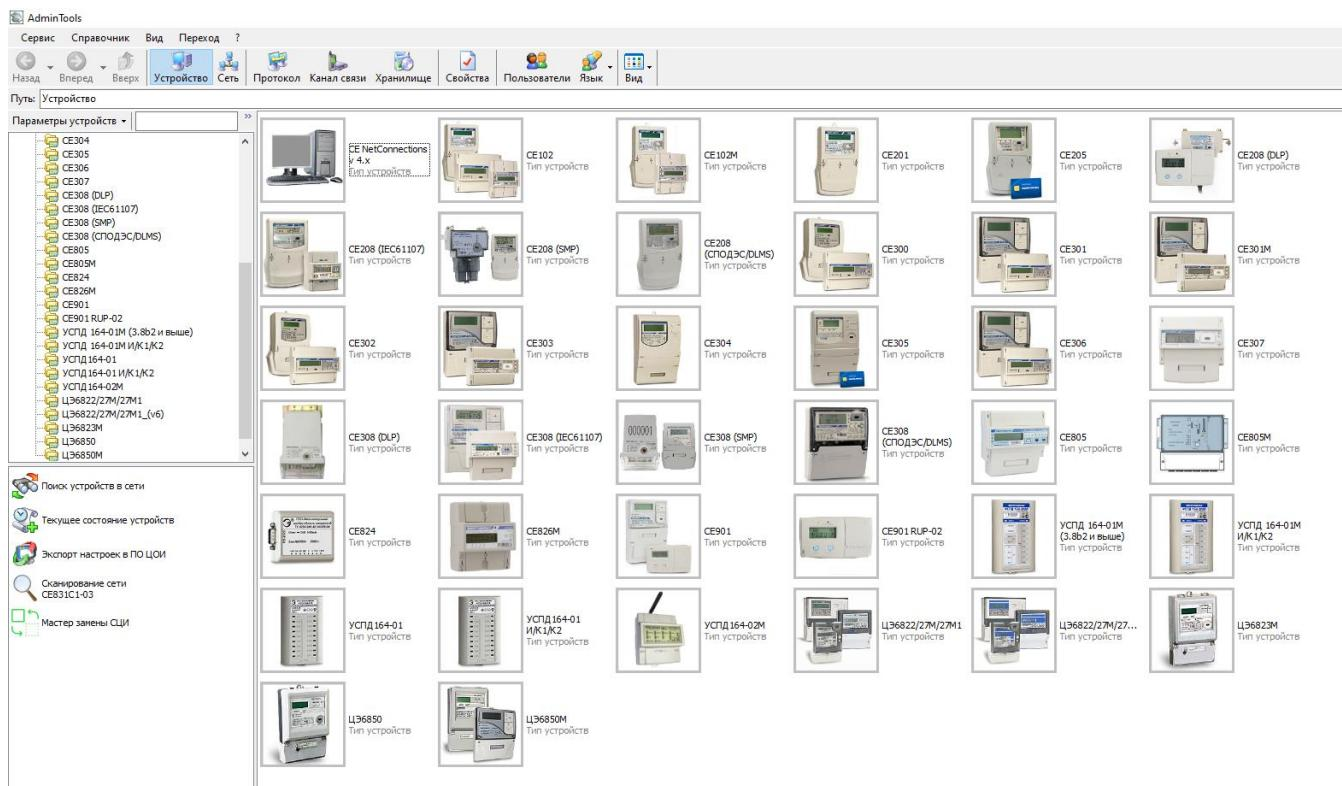

Рисунок 35 - Вид окна программы для выбора типа счётика
5.3.4.3 В зависимости от типа протокола, выбранного в счетчике26, необходимо выбрать тип устройства: «CE308 (IEC61107)» для CE308, «CE208 (IEC61107)» для CE208 (в дальнейшем CEx08 (IEC61107)), или «CE208 (СПОДЭС/DLMS)» для CE208 и «CE308 (СПОДЭС/DLMS)» для CE308 (в дальнейшем CEx08 (СПОДЭС/DLMS)) (см. рисунок 35).